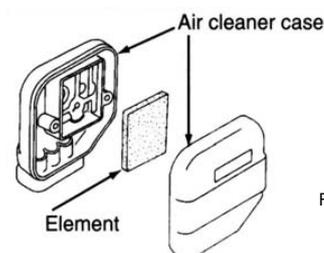

Fig.20
3. Suivez la même procédure que dans l'étape. Fig.20